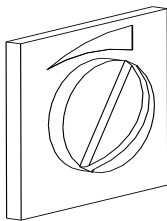

Fig. 6: Drosselklappe
- Drosselklappe, sofern vorhanden, ganz öffnen (*siehe Fig.6*).
- Sobald nach einigen Minuten die Holzscheite rundherum gut angebrannt sind (*siehe Fig.8*), Verbrennungsluftklappe um ca. 50 % schließen (Regler auf Mittelstellung bringen – *siehe S.7 / Fig.2*) bzw. die Drosseklappe, sofern vorhanden, um 50 % schließen (Griff nach links – *siehe Fig.6*).
- Tür langsam öffnen. So entstehen keine Verwirbelungen, die Rauchgase austreten lassen. Drosselklappe, sofern vorhanden, ganz öffnen (siehe S. 9 / Fig. 6).